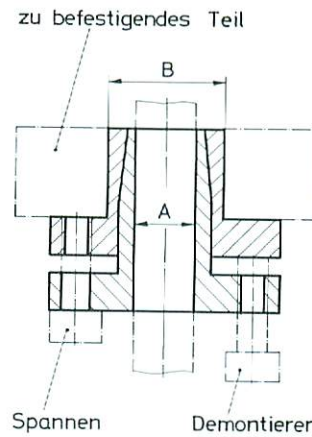
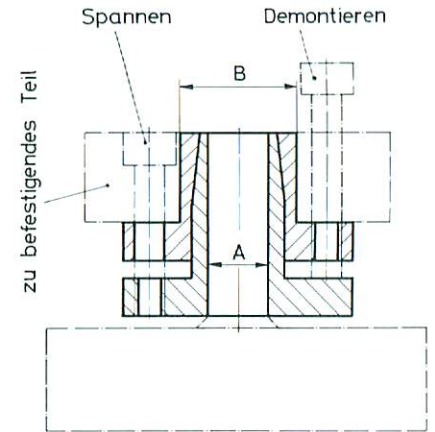

Abbildung 1
Abbildung 2
- 2 Befestigungsarten (Abbildung 1/Abbildung 2)
- Keine zusätzlichen Bohrungen bei der Nabe (ausgenommen bei Befestigung wie Abbildung 2)